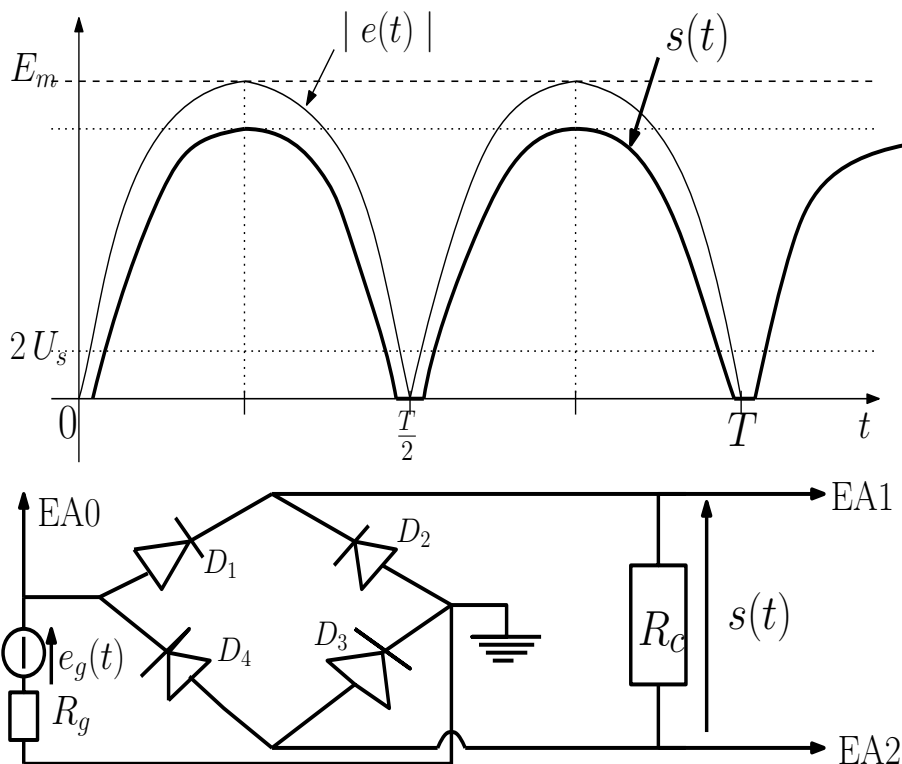

FIGURE 8 – Redressement bi-alternance d'une sinusoïde (corrigé).
6. La figure 8 donne des tronçons de chronogrammes (théoriques) des tensions d'entrée et de sortie. l'expérience est-elle en accord avec fig. 8 ?